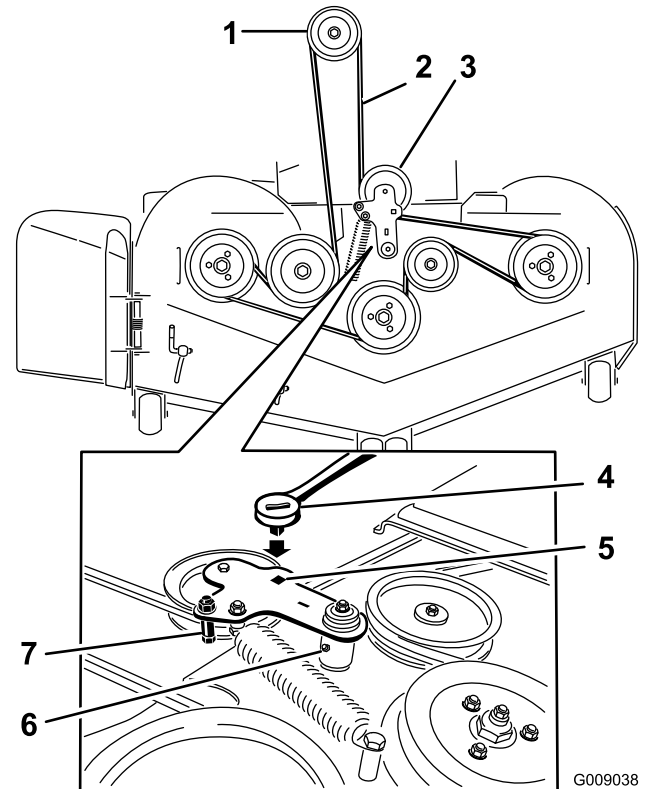

**Figura 73**
4. Retire las cubiertas de la correa (Figura 73).